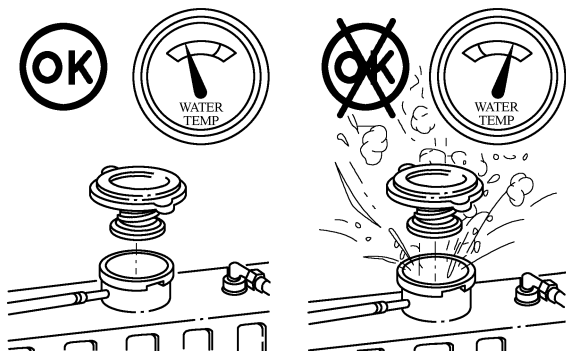

图 4-42 拆下散热器盖, 排放冷却液
(1) 拆卸
① 不要从热发动机上打开散热器压力盖, 应等到冷却液温度下降到 50°C 以下时才能打开压力盖(图 4-42)。拆下散热器盖, 从冷却系统排空冷却液。